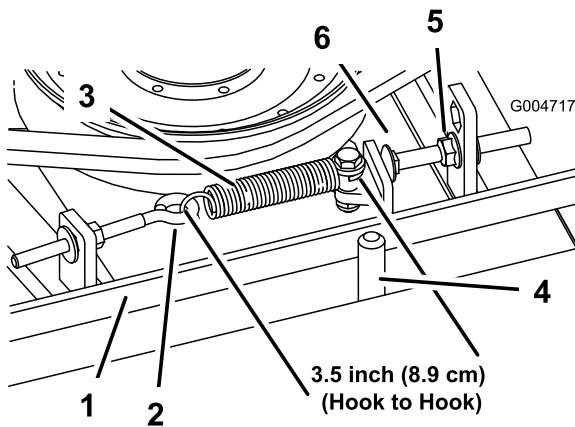

Figura 97
Quando a tensão estiver correta, a medida da mola de extensão (gancho a gancho) deverá ser de cerca de $8,9\text{ cm} \pm 0,63\text{ cm}$ (lado interior). Logo que se obtenha a tensão correta da mola, ajuste o pino de fecho (parafuso da carroçaria) até haver uma folga aproximada de $0,32\text{ cm} \pm 0,152/0,000\text{ cm}$ entre a cabeça do parafuso e o braço intermédio (Figura 97).
Nota: Certifique-se de que correia está colocada no lado da mola do guia da correia (Figura 97).
2. Desaperte o parafuso com olhal permitindo a remoção da mola de extensão (Figura 97).
3. Desaperte a porca flangeada que fixa o pino de fecho na patilha de montagem. Puxa a porca ligeiramente para trás para permitir que o braço intermédio passe pelo pino de fecho (Figura 97). Retire a polia intermédia da correia para aliviar a tensão da correia.
8. Volte ligar a mola de extensão (Figura 97) ao parafuso de olhal e aplique a tensão na correia como se segue: